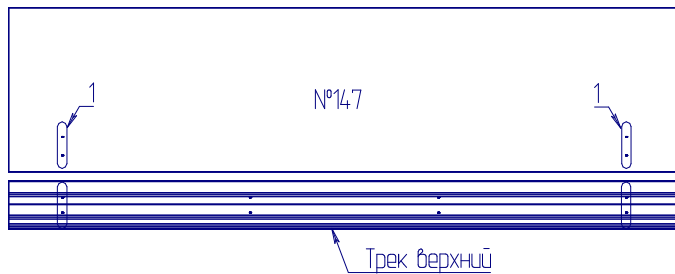

Рис.1
1. Совместить трек компл.№76 (О) с деталью №147 по существующим отверстиям 1 (рис.1).